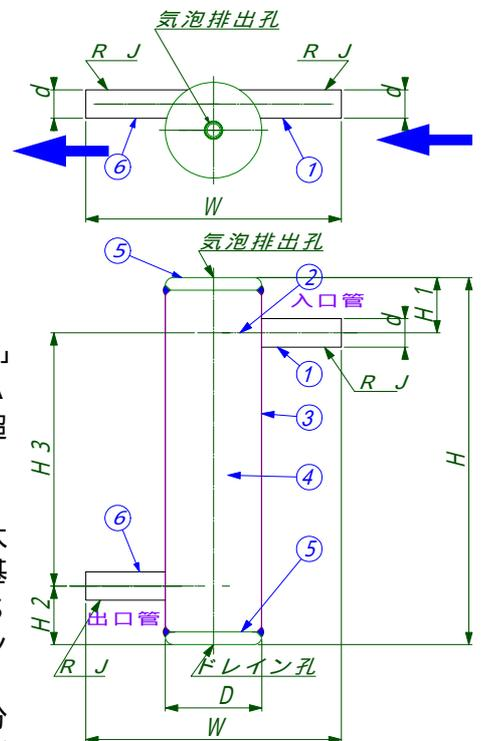

図1 基本構造
図1に、『SAS型泡イーター(bubble-eater)』の基本構造を、また、写真1に、SUS304製の、2種類のSAS型「スワール・泡イーター」の外観を示す。特許申請中【特願2010-195510】のSAS{Swirl Awa-eater Single-jet}型「スワール・泡イーター」は、超高性能の、SASM型が、2～12個の“多数のジェット(Multi-jet)”で、強力な旋迴流を形成させているのに対して、単孔ジェット(Single-jet)で、速度減衰を最小にする構成で渦流生成させています。すなわち、“安価に”大流量処理の脱泡器を提供する事が、SAS型「スワール・泡イーター」の基本目的です。構造的には、ハウジングがストレート(Straight)構造の『SAS-S型』と、旋迴流半径を小さくして脱泡効果を高めたハウジングがスロート(Throat)構造の『SAS-T型』の2種類から成ります。
**作動原理** 図1に示すように、圧送ポンプ等で「泡イーター」の「入口管(部)」に供給された気液混在流体は、その中に設けられた「スワール・ジェット」を介して、「ハウジング」の外周部に偏芯して供給され、渦流(スワール)が形成される。スワールは、「ハウジング」内に保持され、「分離気泡」は、「ハウジング」中央部に配置された『バブル・パイプ』を介して、排出されます。一方の「浮遊気泡・溶存気体」流体は、「ハウジング」内を高速回転しながら下降します。